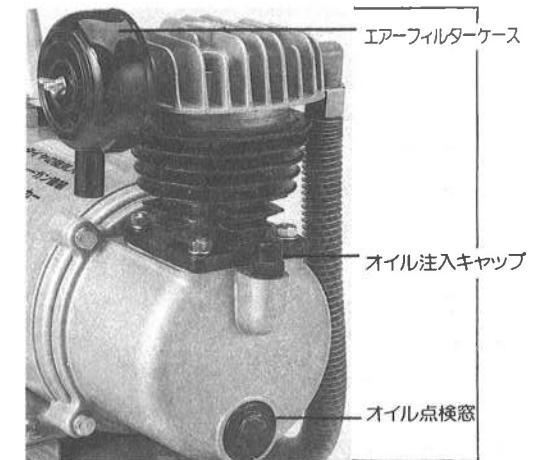

図2
- エアフィルターケースは破損防止のため本機から抜いて袋の中に入れてあります。ご使用前に本機にエアフィルターをセットしてからご使用下さい。(図2参照)
- エアフィルターは袋の中に入っていますので必ず取り付けて下さい。(図2参照)